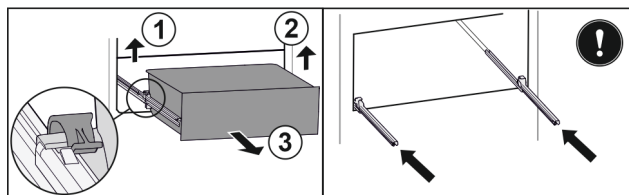

Fig. 102
- ▶ Sollevare il morsetto sinistro e allo stesso tempo tirare in avanti il cassetto sinistro. Fig. 102 (1)
- ▶ Sollevare il morsetto destro e allo stesso tempo tirare in avanti il cassetto destro. Fig. 102 (2)
- ▶ Rimuovere il cassetto tirandolo in avanti. Fig. 102 (3)